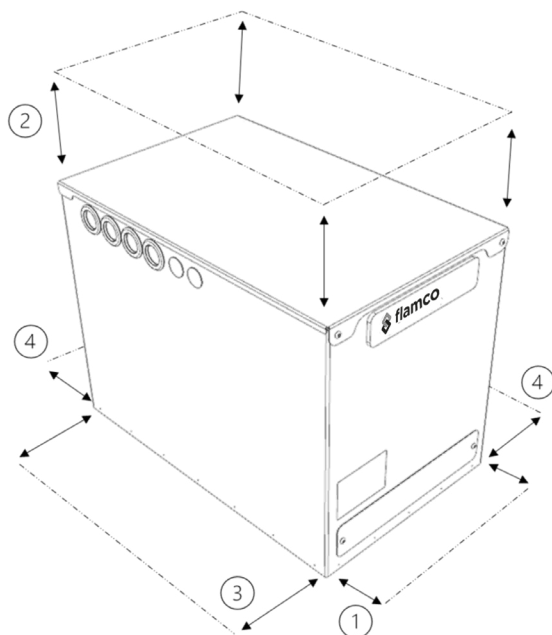

Figure 5 - Exigences spatiales de la batterie thermique Flextherm Eco G2 D
- Évaluez l'emplacement où la batterie thermique sera installée, en fonction des exigences d'espace et de dégagement de la batterie thermique (**Figure 5, Tableau 5**).